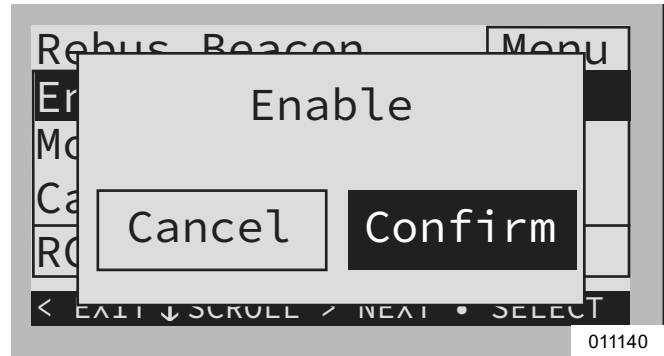

Figura 6-20. Activación de Beacon (2 de 2)
3. Consulte la Figura 6-20. Muévase con la flecha hacia Confirm y presione el botón central.